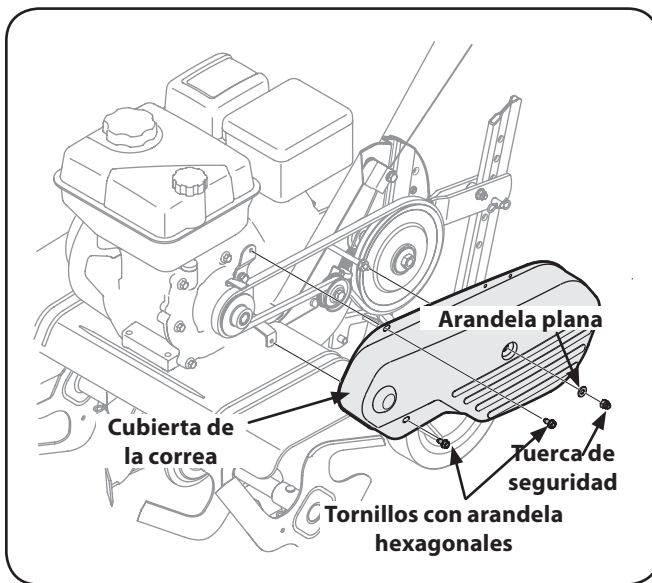

Figura 7-1
2. Retire la cubierta de la correa desde el lado izquierdo de la cultivadora retirando los dos tornillos con arandelas hexagonales y la tuerca y arandela de seguridad. Vea la Figura 7-1.